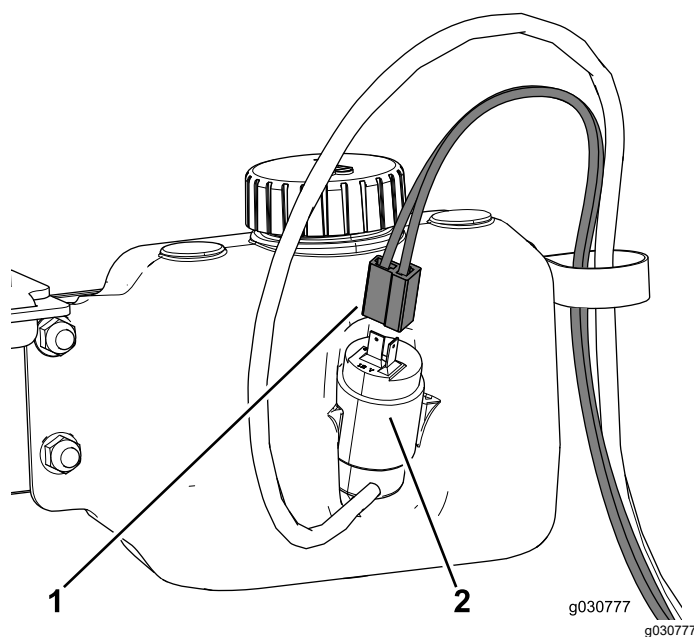

図 52
4. ウォッシャーボトル用ワイヤハーネスをRクランプに通し、ボトルに接続する図 52。